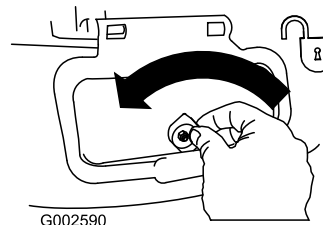

Bild 26
1. Entriegeln Sie die Seitenauswurflappe (Bild 26).